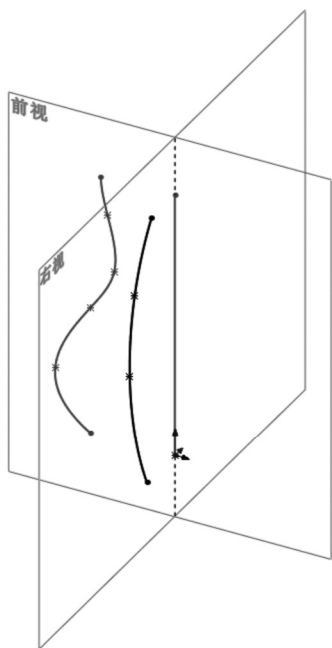

图 6-47 在右视基准面上绘制第二条引导线草图
- [4] 在右视基准面上绘制第二条引导线草图，如图 6-47 所示。